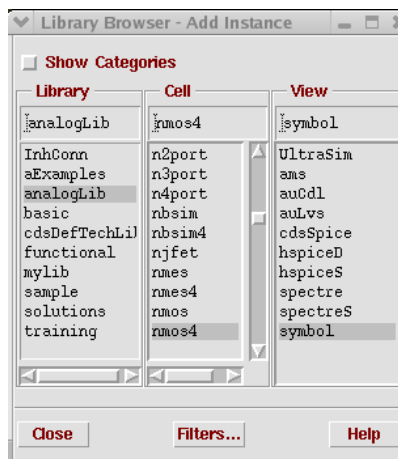

图 2.4 Library Browser 窗口
- 1 在 Schematic Editing 窗口中，选择 Add→Instance，打开 instance 窗口如图 2.3 所示，在窗口中点击右侧 Browse 按钮，弹出 Library Browser 窗口如图 2.4 所示，在 Library 栏中选择 analogLib，Cell 选择 nmos4，Cellview 选择为 symbol。